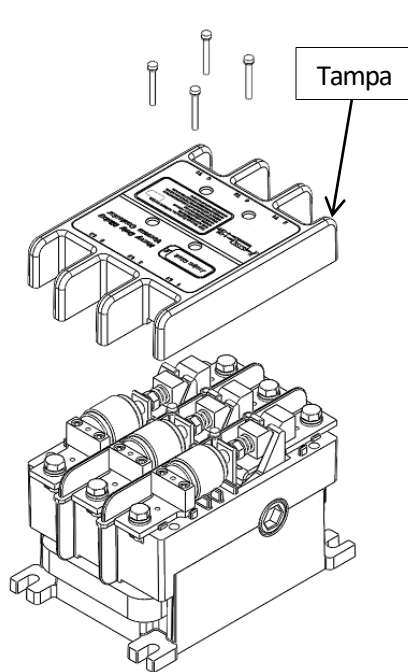

FIGURA 7
3. Remova os 4 (quatro) parafusos de fixação da tampa do contator e remova a tampa (FIGURA 7).
8. Reinstale a tampa, fixando-a com os acessórios de montagem originais. Aperte os 4 (quatro) parafusos até 12 lbf.in (FIGURA 7).